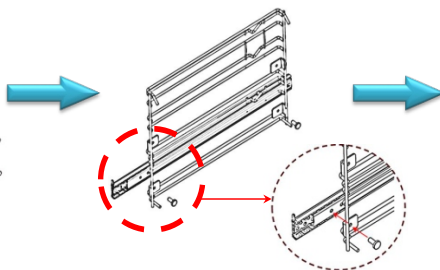
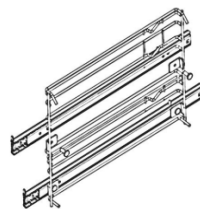

Abbildung 2
Abbildung 3
- Prüfen Sie die detaillierte Demonstration in **Abbildung 2** und **Abbildung 3**
Richten Sie die Haken an der Halterung an den oberen beiden Löchern an der Garraumwand (1) aus. Drehen Sie die Rosthalterung dann wie in Abbildung 2 gezeigt. Bitte beachten Sie, dass Sie zur richtigen Montage der Halterung möglicherweise etwas Gewalt anwenden müssen.